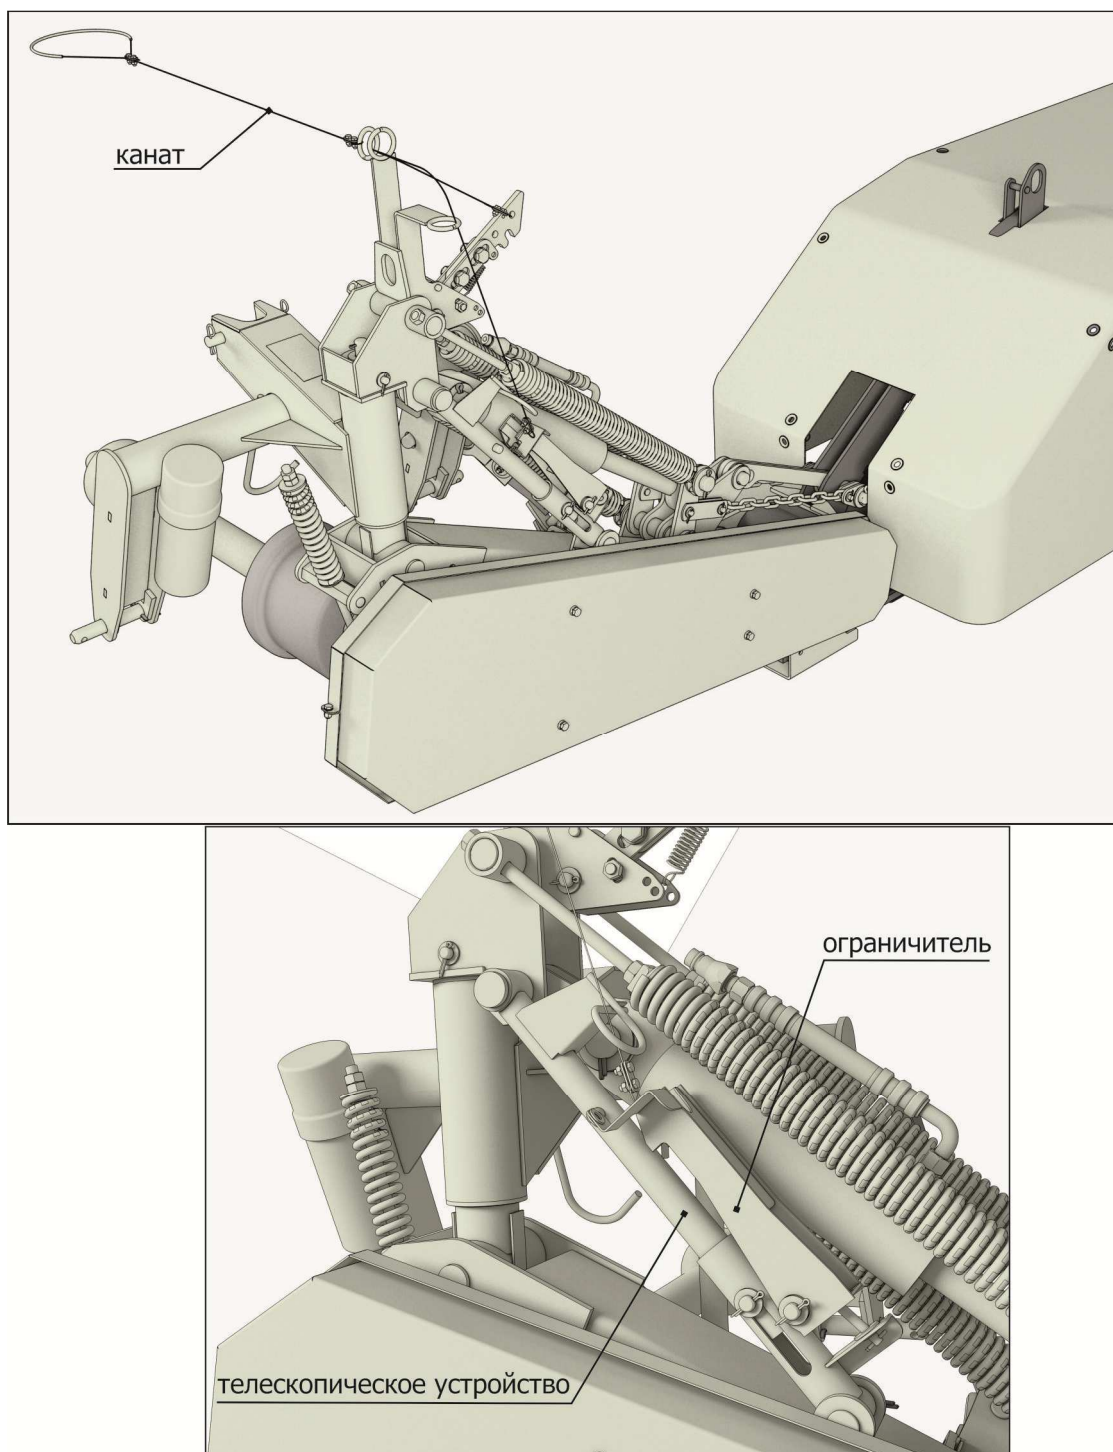

Рисунок 6.2 – Система автоматической фиксации косилки
6.1.4 Перевод косилки в транспортное положение производится только переключением гидрораспределителя трактора на подъем косилки, последовательно до фиксации телескопического упора малого бруса и защелкивания зацепа рамы тента (см. рисунок 6.2).